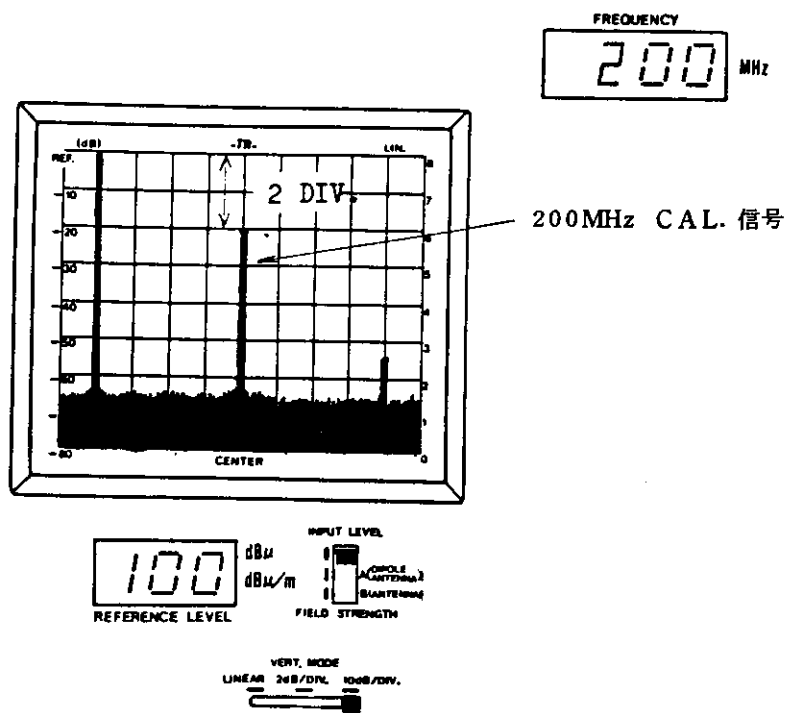

図 4-1 レベルの校正
- ④ **CAL. OUT** 信号の 200 MHz 基本波のレベルが、図 4-1 に示すように CRT ディスプレイ最上目盛 (REF.) から 2 番目の線 (-20 dB ライン) になるように、**IF GAIN** の **CAL.** で調整します。
- ⑤ 以上で本器の表示は、dB μ で校正されたこととなります。
(2) CRT ディスプレイの校正